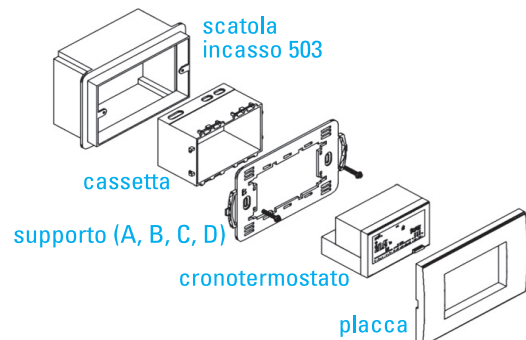

Fig.1
- Installare il Cronotermostato secondo l'ordine riportato in Fig.1.